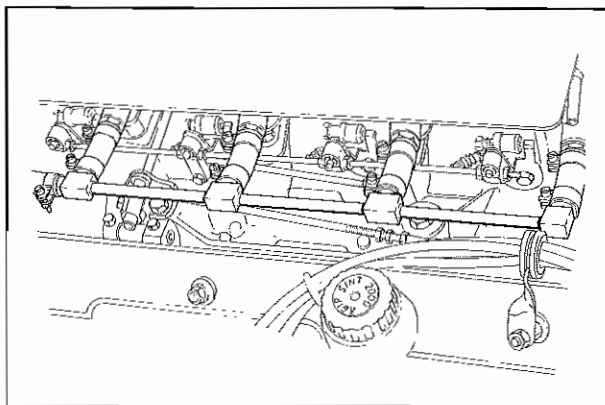
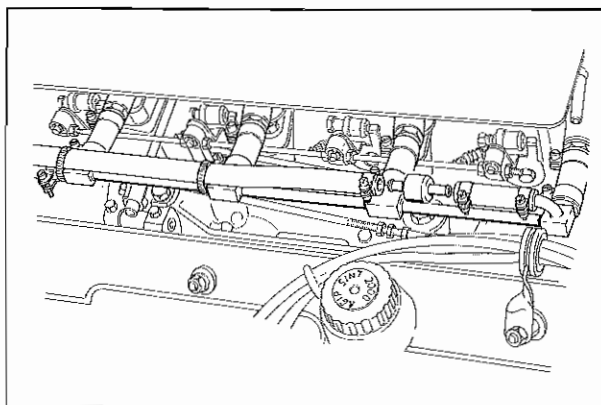

Fig. 15 - Manicotti (Europa)
Fig. 16 - Manicotti (USA)
- Aprire le fascette e sfilare i manicotti di mandata e di ritorno benzina (**Fig. 15- EUROPA** - **Fig. 16- USA**).
- Open clamps and withdraw fuel delivery and fuel return manifolds (**Fig. 15; EUROPE** - **Fig. 16; USA**).